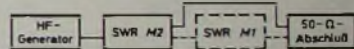

Bild 6. Blockschema für die Eichung
3. eine Industrie-Meßbrücke, bei der man an einem Meßgerät (M2 im Bild 6) das Verhältnis Vorlauf : Rücklauf genau ablesen kann. (Da die Eigenbau-Brücke für 2 und 4 W ausgelegt wurde, muß die maximale Leistung auch von der Industrie-Meßbrücke gemessen werden können.)
Die Eichung erfolgt nach dem Blockschema Bild 6 bei einer Frequenz von 145 MHz. Zunächst nimmt man die erste Messung mit dem Meßgerät M2 der Industrie-Brücke vor. Hierbei wird dieses Instrument mit dem Abschlußwiderstand an den HF-Generator angeschlossen und der Generator in Betrieb gesetzt. Die Ausgangs-